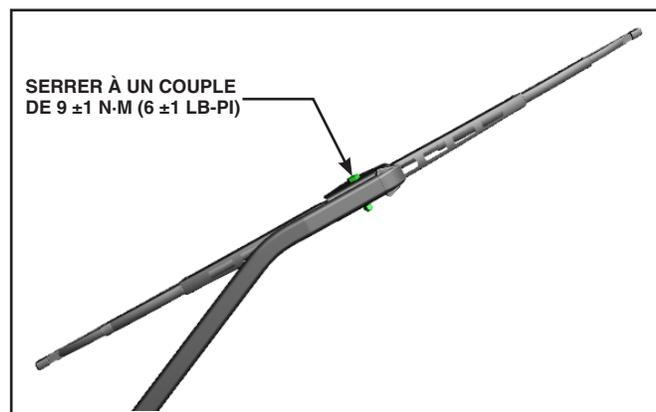

Figure 15 - Installation des balais d'essuie-glace
2. Remplacer par un nouveau balai. Fixer le balai au bras d'essuie-glace à l'aide de la boulonnerie réservée et serrer au couple indiqué en Figure 15.